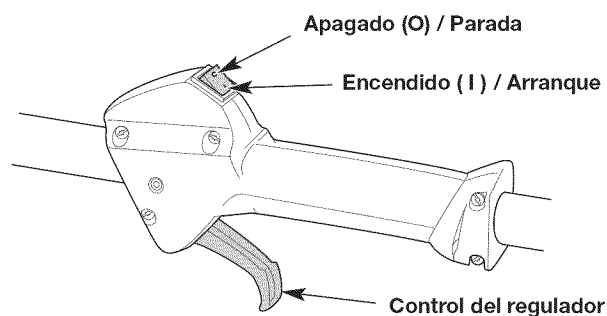

Fig. 7
NOTA: No hay necesidad de encender la unidad. El interruptor de Encendido/Apagado debe estar en la posición ENCENDIDO (I) en todo momento (Fig. 7).
6. Apriete el control del regulador (Fig. 7) y tire de la cuerda **5 veces** con movimiento regulado y firme (Fig. 9).
2. Oprima y no suelte el interruptor de control de Encendido y Apagado en la posición APAGADO (O) hasta que el motor se detenga por completo (Fig. 7).
7. Oprima control del regulador y no lo suelte (Fig. 7). Eche a andar el accesorio Speed Start™ durante 2 segundos.